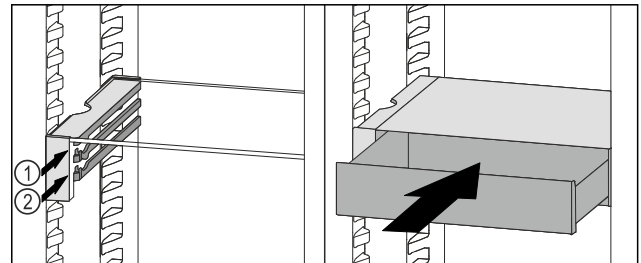

Fig. 105
- VarioSafe-Schubfach hinter den Stoppern auf gewünschter Rippe *Fig. 105 (1)* oder *Fig. 105 (2)* aufsetzen.